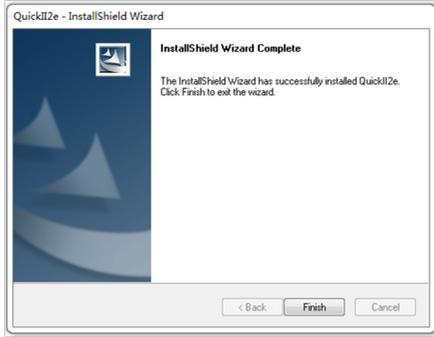

图 1.7
6、进入“安装程序完成”画面如图 1.7 所示，并用鼠标左键单击“Finish”完成按钮以结束整个安装过程。